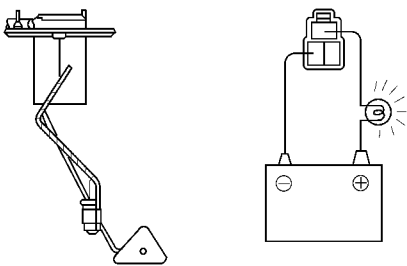

图 18-118 检查灯泡是否亮
1) 通过一个 3.4V 的试验灯泡和端子 1 和 3 之间加上蓄电池的电压，检查灯泡是否点亮，如图 18-118 所示。